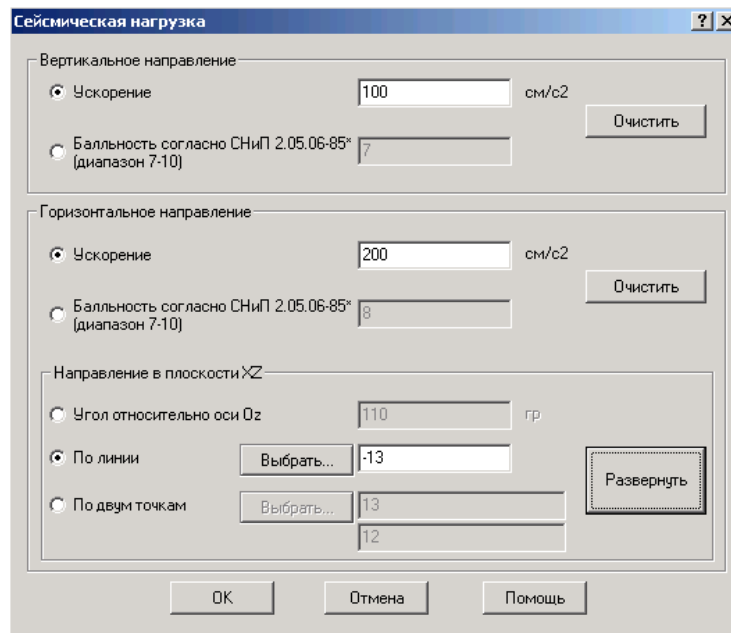

Рис. 13.1.4. Изменение направления горизонтального ускорения
3. Для изменения направления горизонтального ускорения на противоположное нажмите кнопку "Развернуть" (рис. 13.1.4.).